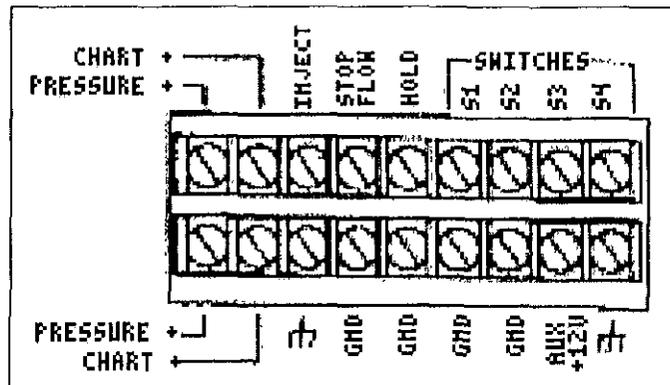

Figura 2.8 Tira terminal del Panel trasero del controlador.
□ Tira terminal. Consta de las siguientes terminales (figura 2.8)